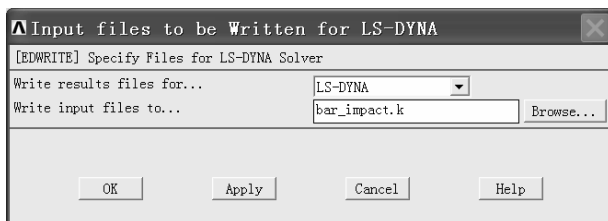

图 1-49 “Input files to be Written for LS-DYNA”窗口
(3) 在“Write input files to...”窗口中“文件名(N):”后的方框中输入“bar\_impact.k”，然后单击“保存”按钮，然后再回到“Input files to be Written for LS-DYNA”窗口（见图 1-49）。